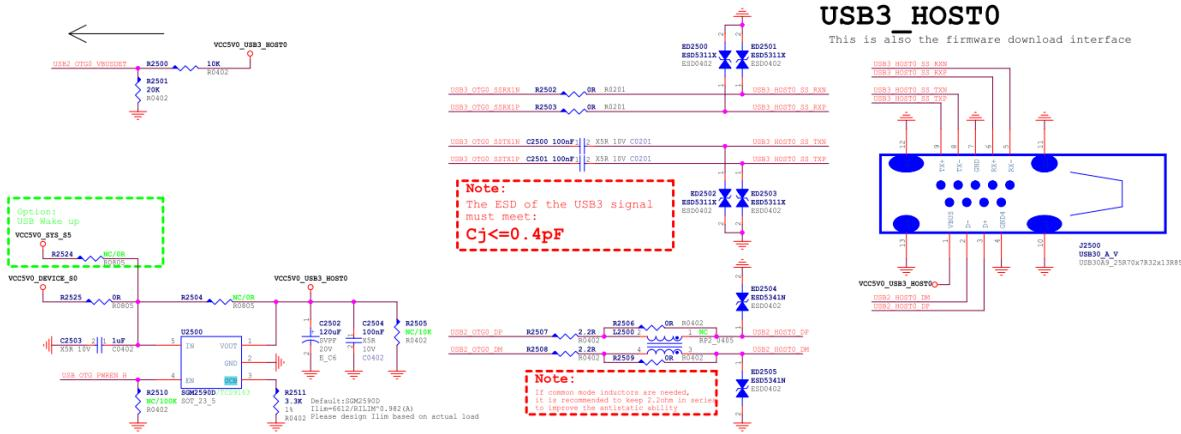

图 12 RK3576 Type-A USB3.1 接口
3. Type-A VBUS 的供电电源 (VCC5V0_USB30_HOST0) 由 GPIO 控制，当 OTG 作 Device mode，关闭 VBUS 输出。当 OTG 作 HOST mode，打开 VBUS 输出。此外，稳压芯片 SGM2590D 的输出电流由 OCB pin 连接的电阻决定，最大电流 $I_{lim}(A)=6612/R_{ILIM}^{0.982}$ ，如下图 12 所示，VBUS 输出限流为 $2.3A$ ；